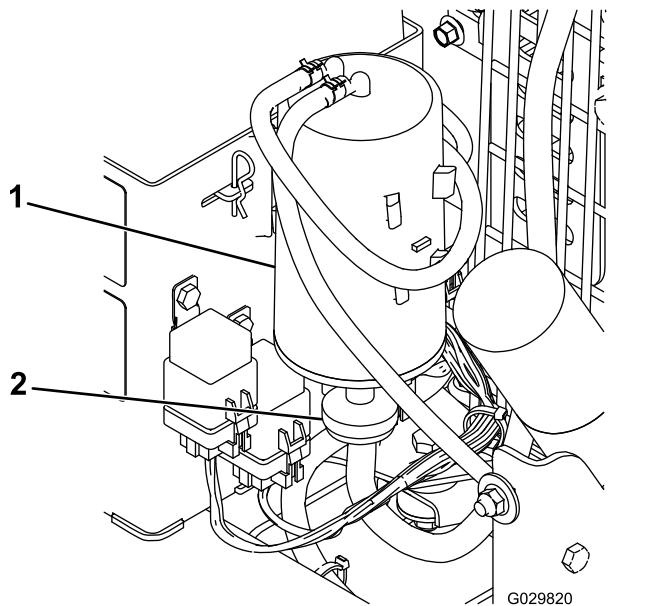

Рисунок 14
- Снимите и удалите в отходы воздушный фильтр бачка с активированным углем (Рисунок 14).